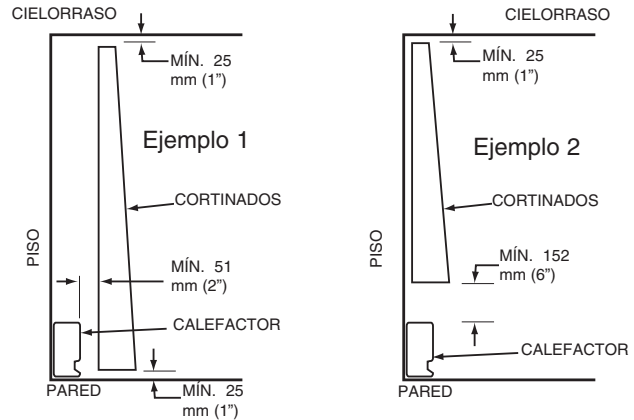

Figura 2: espacios libres para cortinados
6. **PRECAUCIÓN:** el calefactor funciona a altas temperaturas. Mantenga los cordones eléctricos (incluidos los cables de teléfono y de computadora), cortinados y otros elementos del mobiliario alejados del calefactor. Para garantizar un funcionamiento eficiente y seguro, recomendamos mantener en todo momento un espacio libre de 152 mm (6 pulgadas) como mínimo por encima y frente al calefactor. Vea los requisitos de espacios libres mínimos para cortinados en la Figura 2.